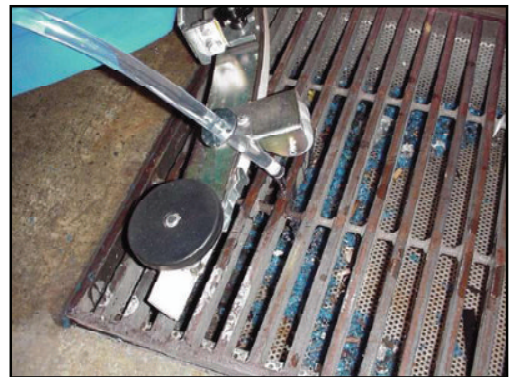

Abbildung 39
- Entleeren Sie den Lösungstank (siehe Abbildung 39).